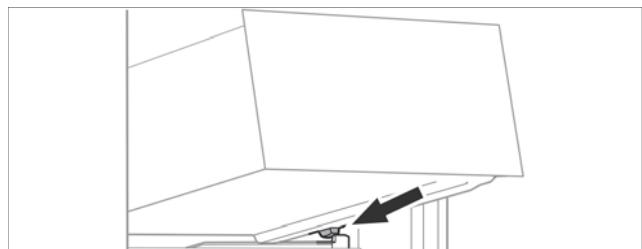

Fig. 20
- Наклоняя вниз, установите выдвижной ящик за стопоры на контейнерное ребро Fig. 20 () .